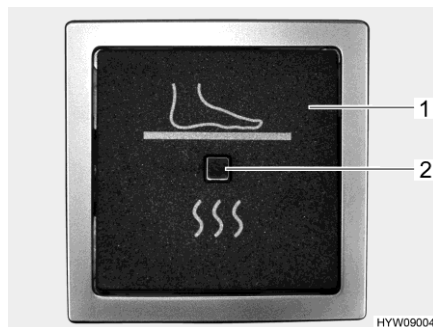

Bild 112 Schalter (elektrische Fußbodentemperierung)
- Den Wippschalter (Bild 112,1) drücken. Die Kontroll-Leuchte im Schalter (Bild 112,2) leuchtet.
- Den Wippschalter (Bild 112,1) drücken. Die Kontroll-Leuchte (Bild 112,2) im Schalter erlischt.